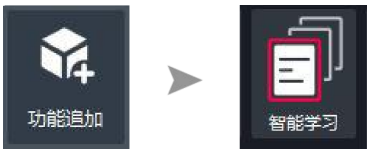

图 1-1 添加智能学习工具
1. 点击 HCVision 系统的【功能追加】，添加【智能学习】工具，如图 1-1 所示。